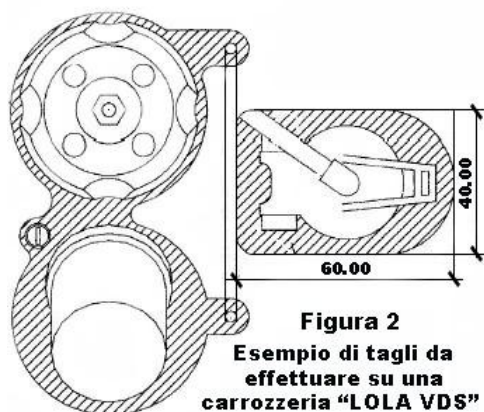

Figura 2
- 5) tappo serbatoio per il rifornimento (50 mm. o 40 x 60 mm. nella vista da sopra), (**vedi Figura 2**);